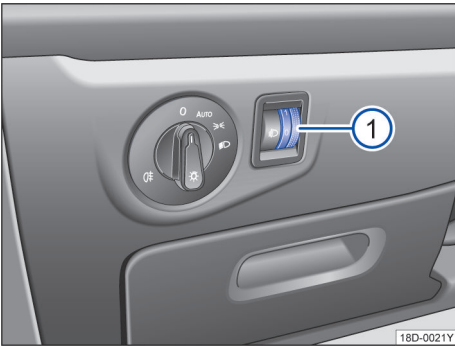

图 67 在方向盘旁边：大灯照明距离调节的调节器
大灯照明距离调节→图 67①根据设定值将大灯光束与汽车的负荷状态无级匹配。因此驾驶员具有最大可能的视野并且不会给对面的道路使用者造成眩目 → ⚠️。
要调节时转动调节器→图 67①：